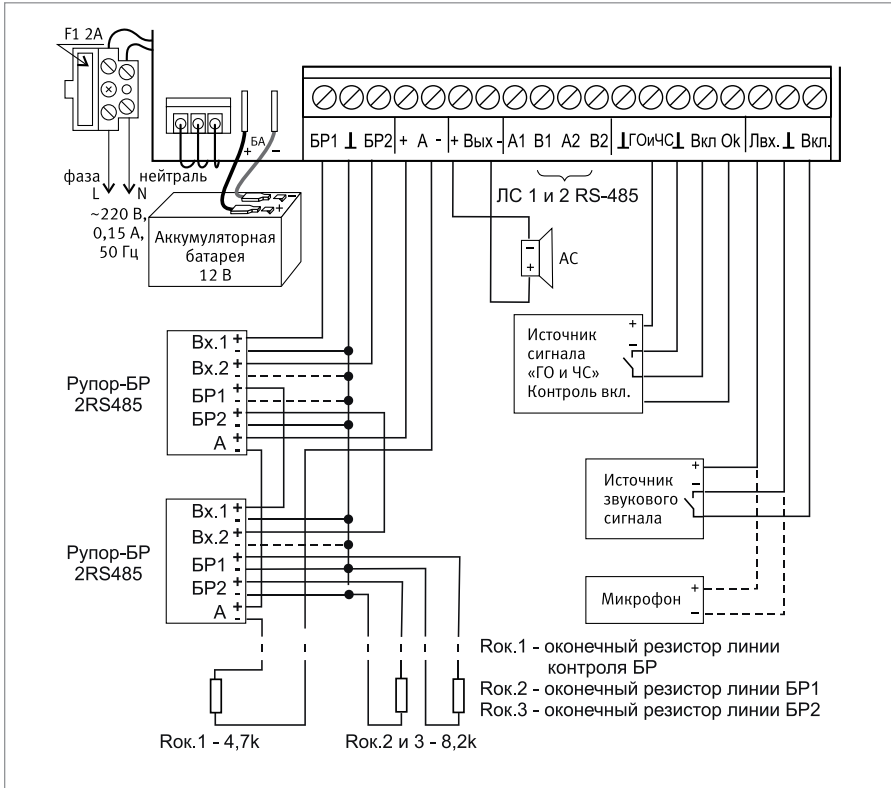

Рисунок 2. Схема внешних соединений блока «Рупор исп.03 2RS485»
2. Схема внешних соединений приведена на Рисунок 2.
последовательно и через оконечный резистор 4,7 КОм подключить их к выходу контроля блоков расширения, как показано на Рисунок 2.